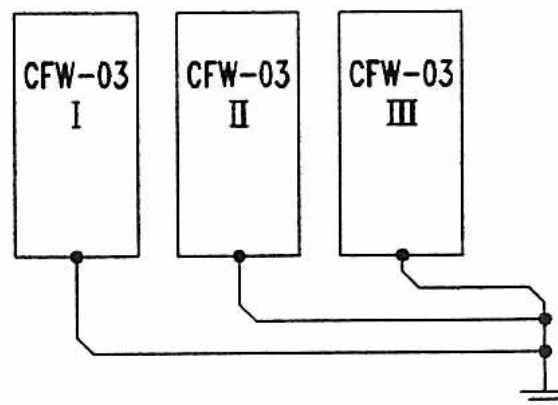

Fig. 5 - Aterramento de várias unidades.
3.2.1. Seqüência de Operações (baseada na fig. 5):